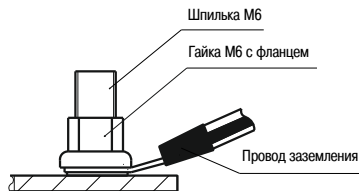

Рисунок 13 – Монтаж заземления к шпилькам
4.7.3 По завершении подготовки шкафа к эксплуатации произведите монтаж контура заземления. Для крепления проводов к шпилькам заземления используйте гайки М6 (с фланцем) (рисунок 13).